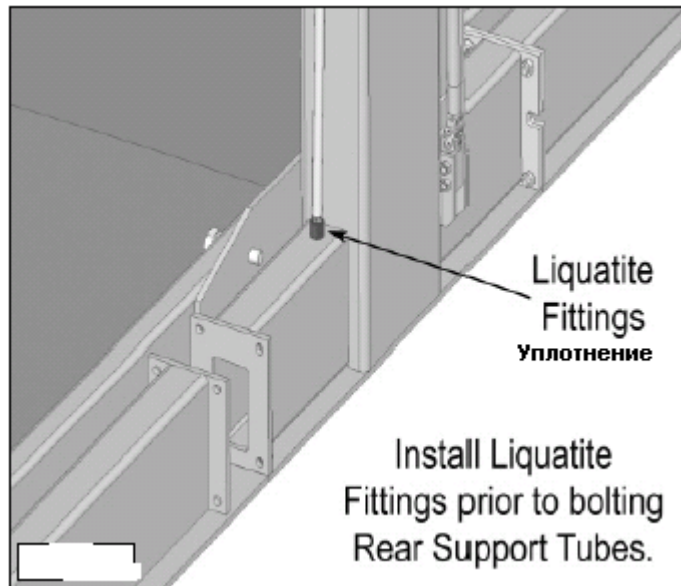

Рис. 11.1
1. Установить Уплотнения ( Liquefitte Fitting ) на отверстия в Задних Поддерживающих Лапах до их крепления болтами к Стойкам ( см. Рис. 11.1 ).